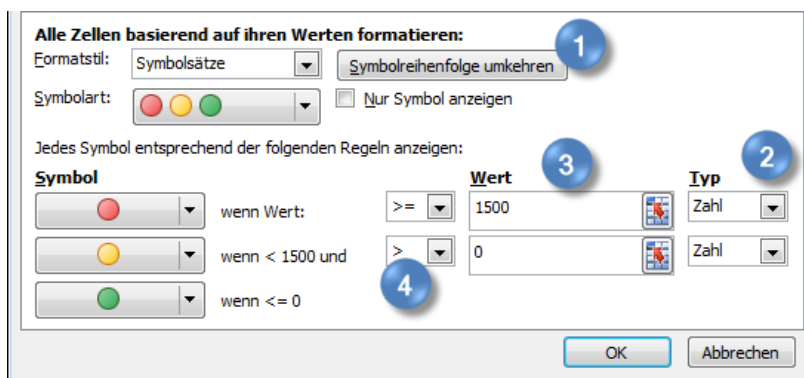

Bild 8: Die individuell angepasste Regel für den Statusbericht.
Verändern Sie die vorgegebenen Werte entsprechend den zuvor festgelegten Regeln (Bild 8):
- Tragen Sie in die Eingabefelder unter "Wert" die in Bild 8 gezeigten Grenzen ein (3).
- Ändern Sie den Vergleichsoperator für den zweiten Wert auf "größer als" (4).